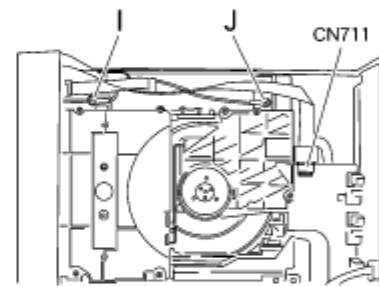

図9
■サイドブラケット(L) / サイド(R)ユニットの外し方 (図9参照)